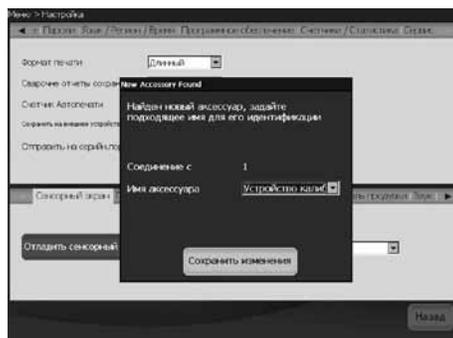

Рис. 2 — экран «Аксессуары»
4. На экране источника питания M200 появится диалоговое окно. Убедитесь, что в раскрывающемся меню отображается название вспомогательного средства «Устройство калибровки». Нажмите **Сохранить изменения**. Рис. 2